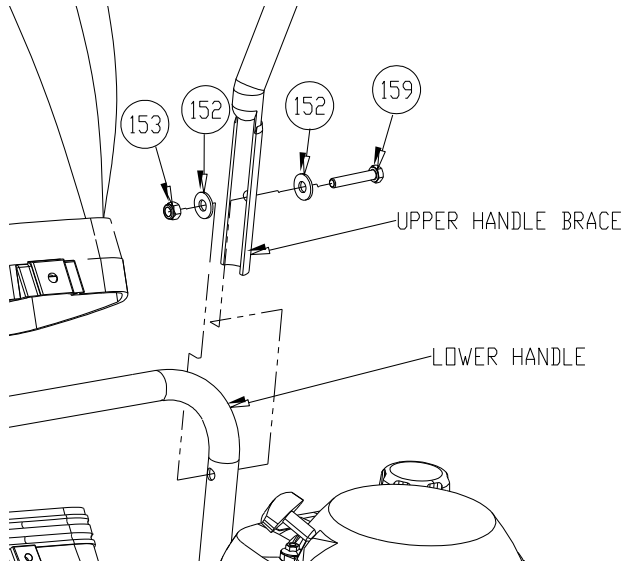

Fig. 3
4. Fissare il manubrio superiore a quello di base, utilizzando la bulloneria corrispondente. Quindi ripetere il passaggio sul lato opposto. (v. Fig. 3, pagina successiva)